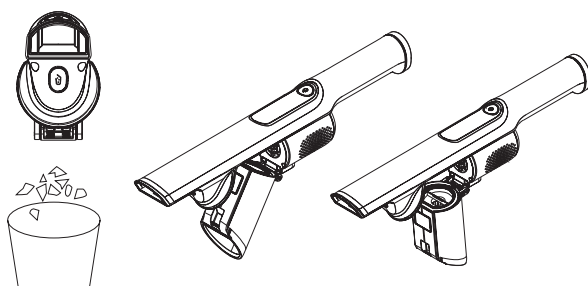

Fig.3
- Presionando el botón obertura del depósito (E)
- Levantar y deslizar el botón de liberación del depósito (F) (Fig.3)